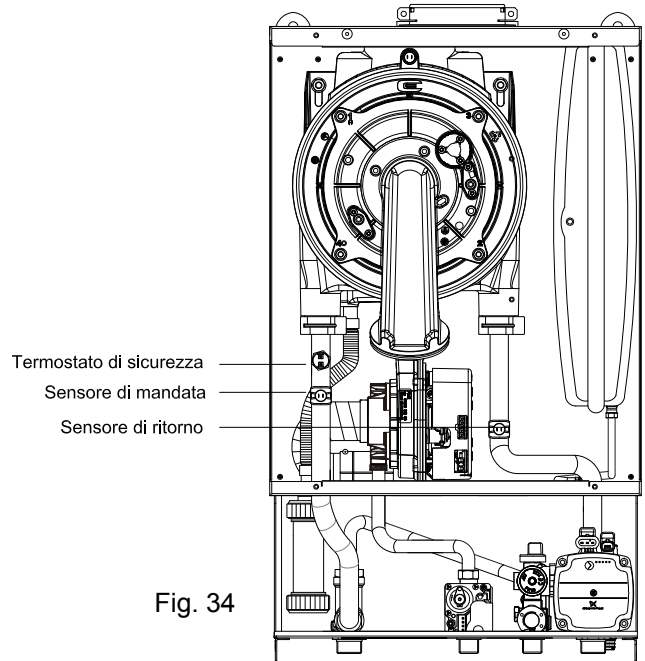

Fig. 34
7.8 - SOSTITUZIONE SENSORI RISCALDAMENTO (Fig. 34)
7.9 - SOSTITUZIONE TERMOSTATO LIMITE (Fig. 34)